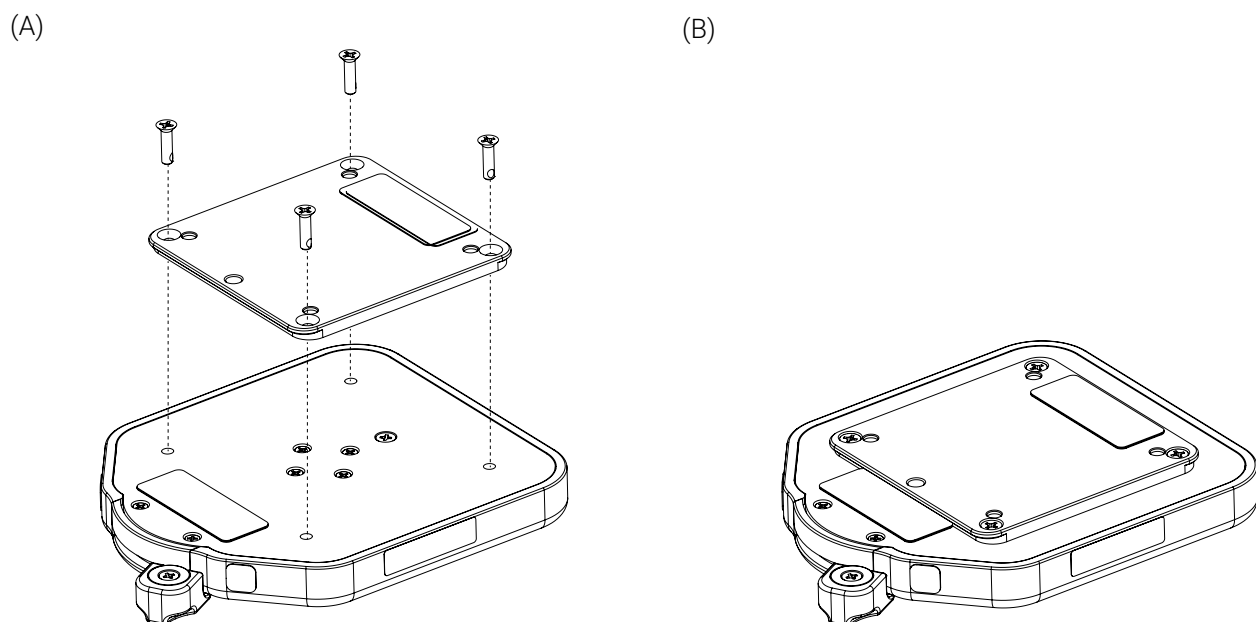

Figure 17: Installation de l'Adaptateur Flex sur la Base de Fixation Universelle
1. Placer la Base de Fixation Universelle à l'envers sur une surface plate (Figure 17).
2. Aligner et placer l'Adaptateur Flex sur la base, puis serrer en croix les quatre (4) vis à tête plate 10-32 po X 3/4 po L à l'aide d'un tournevis à tête Phillips #2 (Figure 17).